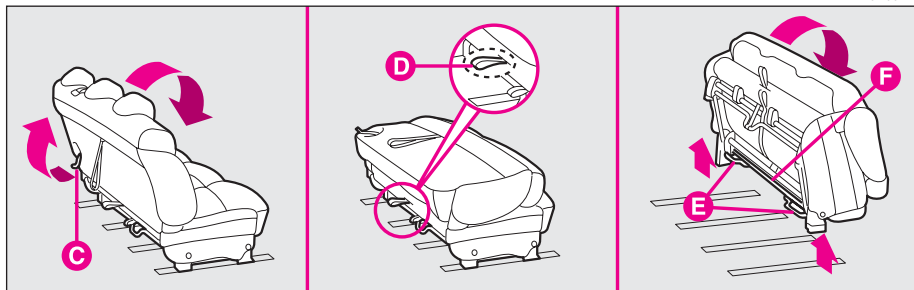

fig. 38
**Posición “mesita” fig. 38**
**Posición “cartera” fig. 38**
**Para sacar la banqueta fig. 38**